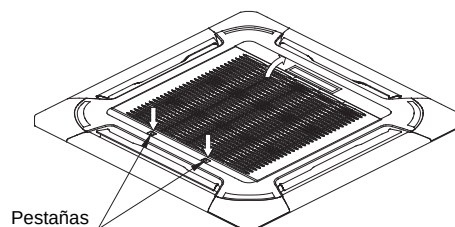

Fig.5-7
- Deslice al mismo tiempo las dos pestañas de la rejilla hacia el centro, y luego tirar de ellas hacia arriba (Ver Fig. 5-7).